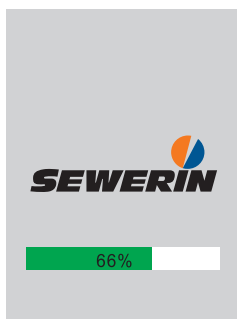

Abb. 10: Startbild
1. Drücken Sie so lange die Ein/Aus-Taste, bis das Startbild (Abb. 10) erscheint.